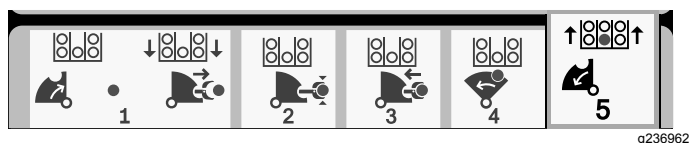

Figure 25
10. Relâchez le bouton pour passer à l'étape suivante dans la séquence (Figure 25).